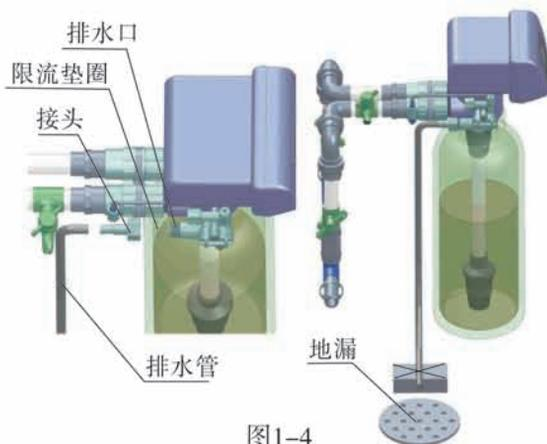

图1-4
- 如图1-4所示，排水软管插入排水接头；
● 绝对不能把排水管与下水道相连，须在二者之间留有一定的空隙（如图1-4），以防污水被虹吸到水处理器中。